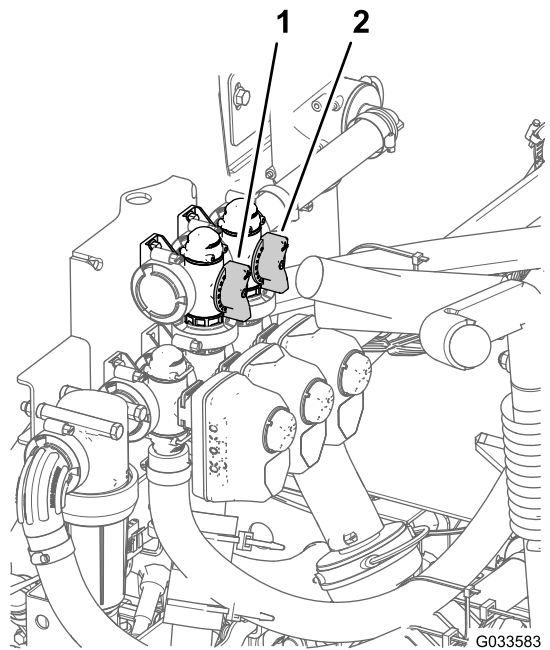

图 88
11. 调节搅拌阀背面的搅拌旁通阀图 88 直至压力表上的读数为 6.9bar(100 psi)。
8. 调节主喷洒臂段旁通阀手柄控制药缸中的搅拌量图 88。